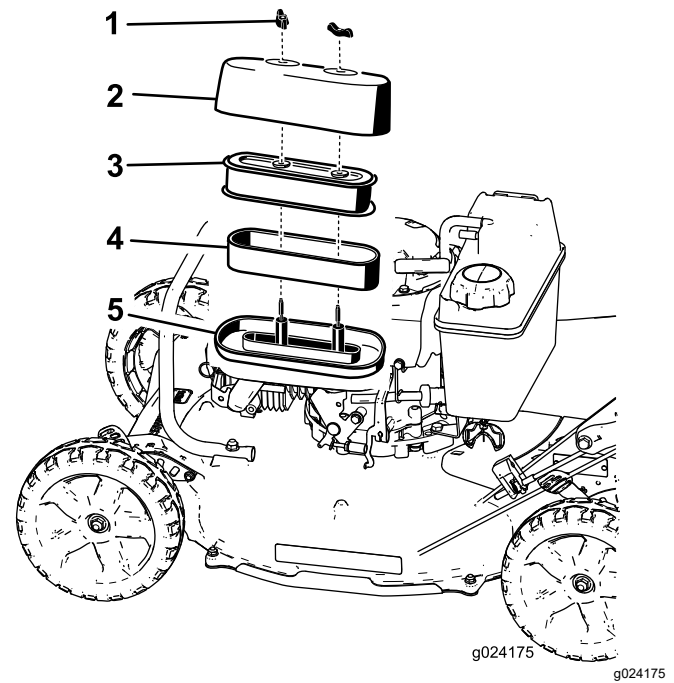

Figura 20
3. Retire las 2 tuercas que fijan la tapa (Figura 20).
5. Separe cuidadosamente los elementos de gomaespuma y de papel de la base del limpiador de aire (Figura 20).
6. Separe el elemento de gomaespuma del elemento de papel (Figura 20).